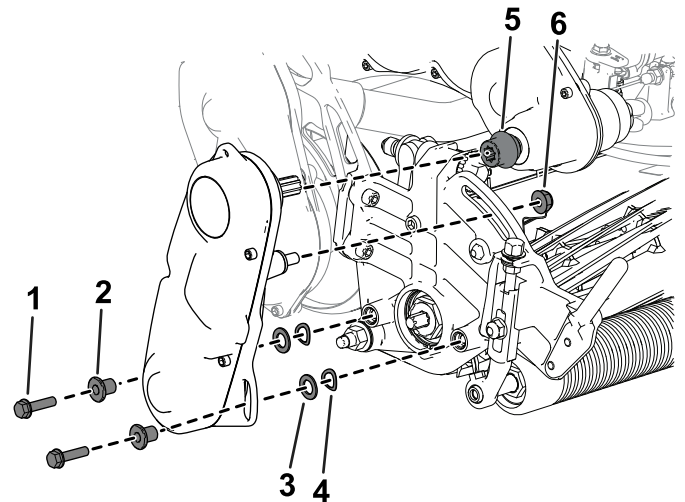

Figura 5
6. Instale el acoplamiento en el árbol de la transmisión (Figura 5).
7. Utilice los herrajes retirados anteriormente para instalar el conjunto de la transmisión del molinete en la unidad de corte (Figura 5).
8. Asegúrese de que el acoplamiento (Figura 5) se puede mover fácilmente hacia delante y hacia atrás en el árbol de la transmisión.